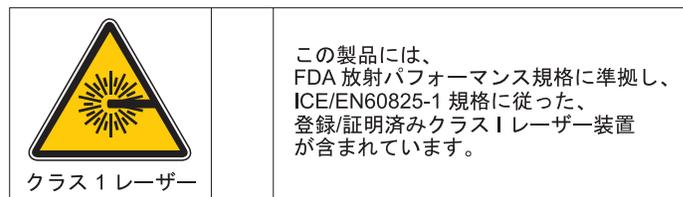

図 5. クラス 1 レーザー・ラベル
3. クラス 1 レーザー・ラベル。 図 5 を参照してください。